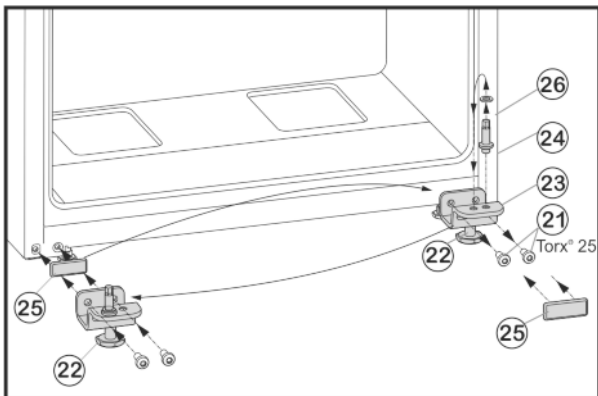

Fig. 6
- ▶ Открутите крепежные винты *Fig. 6 (21)*.
- ▶ Снимите нижний опорный кронштейн *Fig. 6 (23)* вместе с опорным пальцем *Fig. 6 (24)*, шайбой *Fig. 6 (26)* и регулируемой опорой *Fig. 6 (22)*.
- ▶ Открутите опорный палец *Fig. 6 (24)* вместе с шайбой *Fig. 6 (26)* и, переставив в отверстие на противоположной стороне опорного кронштейна, снова прикрутите.
- ▶ Аккуратно снимите защитную пластину *Fig. 6 (25)* и переставьте ее на противоположную сторону.
- ▶ Прикрутите нижний опорный кронштейн *Fig. 6 (23)* вместе с опорным пальцем *Fig. 6 (24)*, шайбой *Fig. 6 (26)* и регулируемой опорой *Fig. 6 (22)* с другой стороны шарнира (с моментом 4 Нм), при необходимости используйте аккумуляторный шурупверт.
- ▶ Установите нижнюю дверцу сверху на опорный палец *Fig. 6 (24)*.
- ▶ Выверните регулируемую опору *Fig. 6 (22)* на нижнем опорном кронштейне *Fig. 6 (23)* до ее соприкосновения с полом.